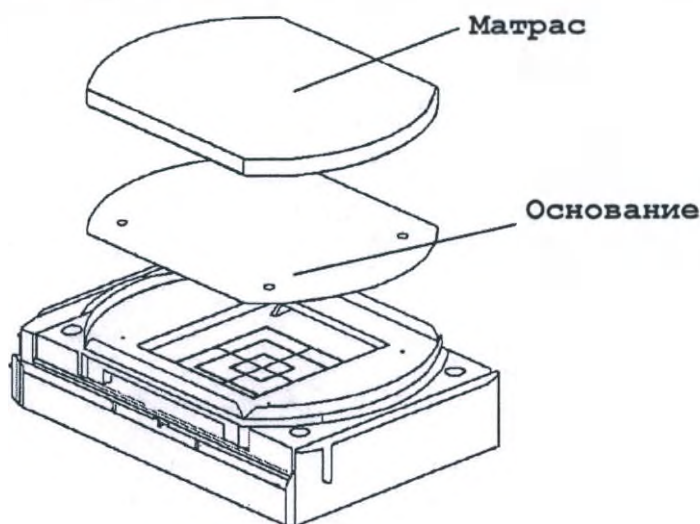

Рисунок 50
2. Снимите матрас и основание (см. рис. 50). Для ложа пациента с весами — отсоедините датчик массы и выньте детские весы.